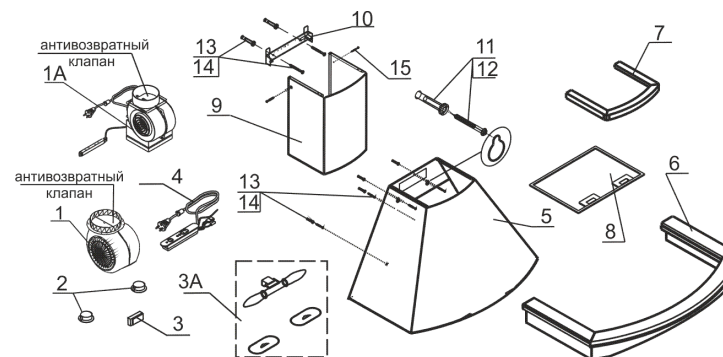

рис. 3
6.1\* Прежде чем навесить кухонную вытяжку, необходимо верхнее деревянное обрамление (поз. 7, рис. 3) приклеить к корпусу вытяжки (поз. 5, рис. 3). Снимите защитную полосу с двухсторонней самоклеящейся ленты, которая наклеена на обрамлении и приклейте его к корпусу вытяжки.